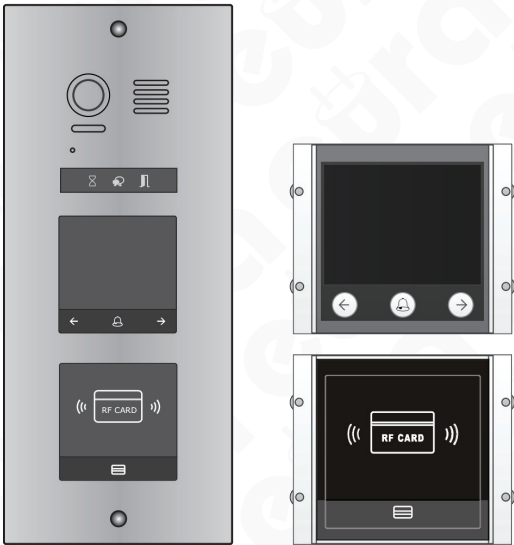

Fig. 41.
- 1. LCD display module cassette VXA-65A5 (Fig. 41).